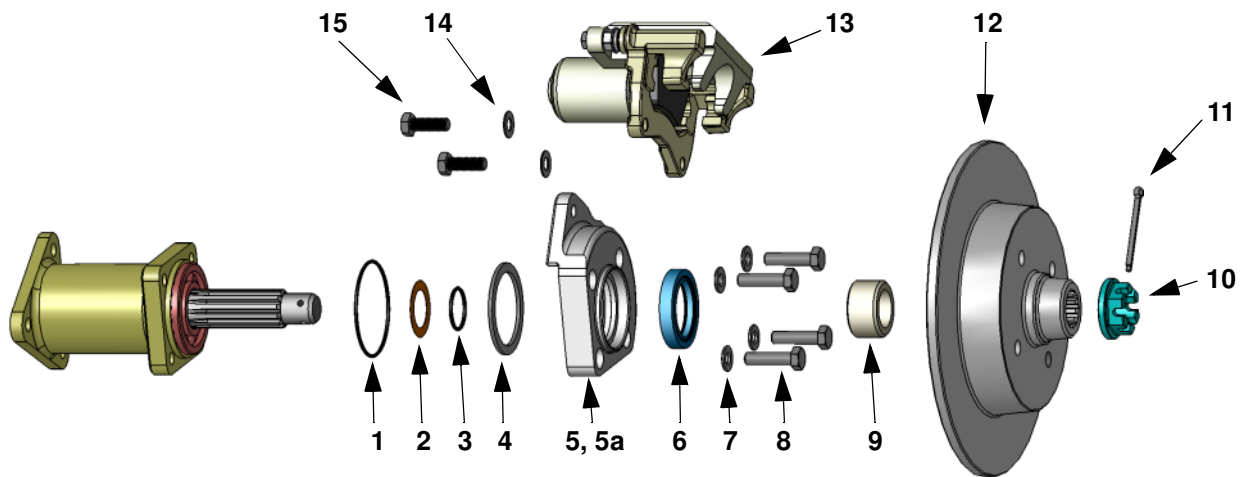

Fig.1
- Only the castle nuts (Pos:10, Fig.1) need to be used from the drum brake setup.
- Lediglich die Kronenmuttern (Pos:14, Fig.1) müssen von der Trommelbremse übernommen werden.